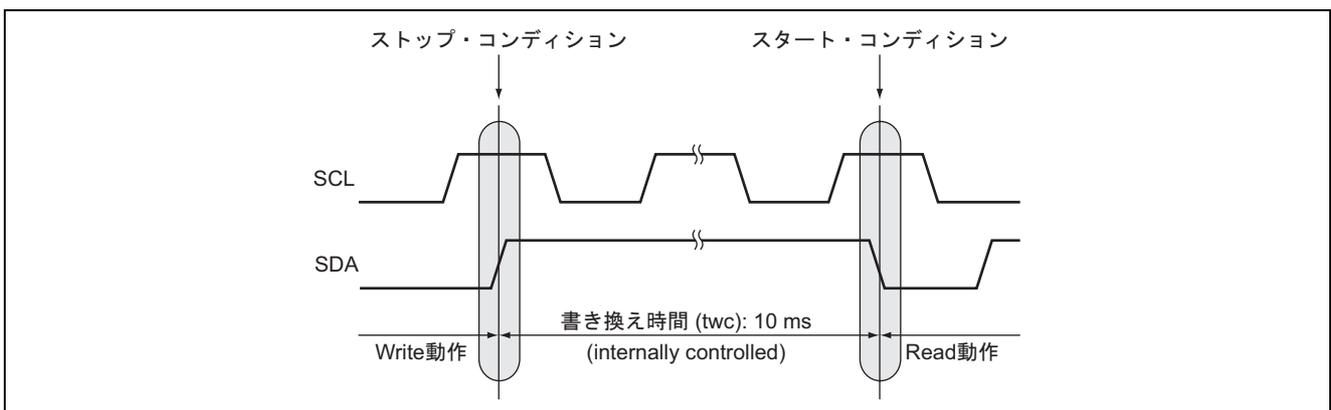

図 11 書き換え時間のタイミング波形
- (i) IIC バス EEPROM は、Write 動作が終了し、Read 動作に入るときには、書き換え時間 (twc) の期間、待機しなければなりません。書き換え時間 (twc) は、5V 動作時、10ms (max) です。書き換え時間のタイミング波形を図 11 に示します。